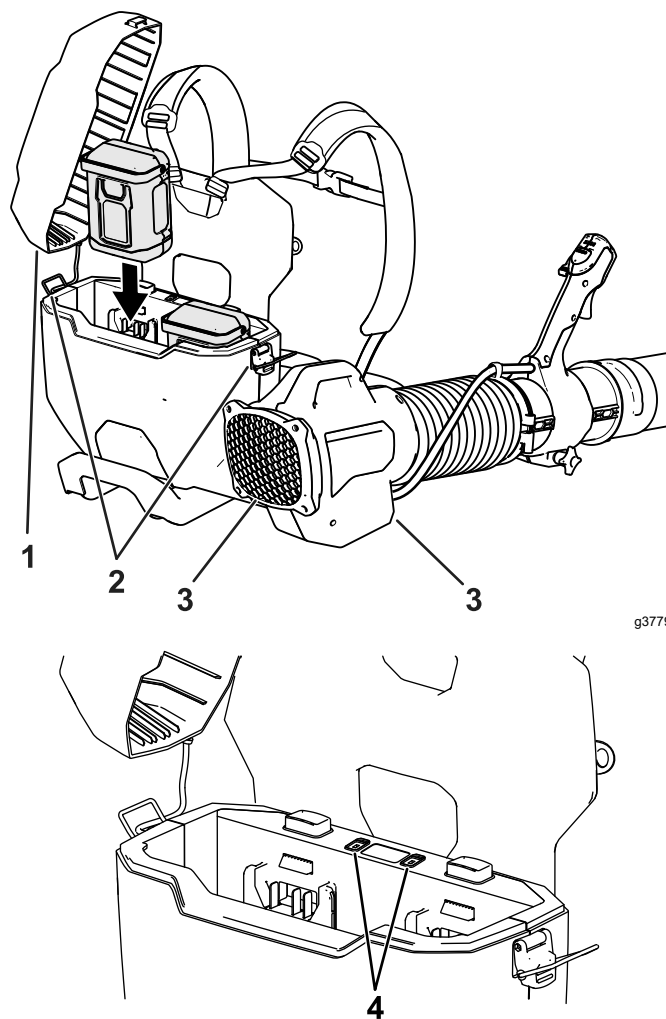

Bild 19
6. Schieben Sie den Akku nach unten in den Rucksack, bis der Akku vollständig sitzt und eingerastet ist (Bild 19).